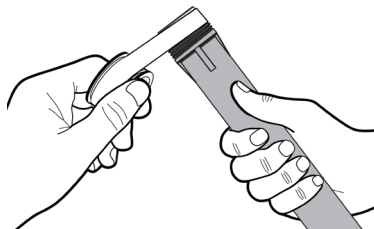

Figure 2
3. Enroulez l'extrémité filetée du tuyau d'aspiration avec trois ou quatre tours de ruban de téflon (voir Figure 2). Vissez le tuyau d'aspiration dans le bas de l'adaptateur et serrez à la main jusqu'à ce qu'il soit bien ajusté.